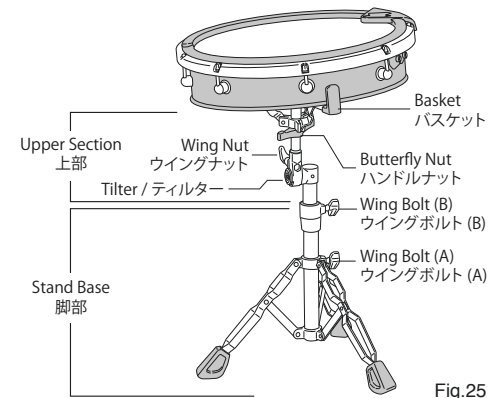

Fig.25
1. Open the legs of the Stand Base to form a stable tripod and tighten the Wing Bolt (A). Loosen the Wing Nut on the Tilter of the Basket Assembly and adjust the angle of the Basket as shown. Insert the Basket Assembly into the Die-Cast Joint of the Stand Base and tighten the Wing Bolt (B). Open the Basket and adjust the Butterfly Nut as needed to accommodate the Snare Pad. Place the Snare Pad into the Basket locating the WTT sensor to the players upper left. Then tighten the Butterfly Nut to hold the Snare Pad in place (do not over-tighten.) (Fig.25).
スネアスタンドの脚部を適度に開きウイングボルト(A)を締めて固定します。上部をダイカストジョイントに差し込みウイングボルト(B)で固定します。ティルトのウイングナットをゆるめバスケットが上向きになる角度に調節してウイングナットを締めて固定します。バスケットを十分に広げ、スネアパッドをスネアスタンドにのせ、ハンドルナットをしっかり締めてスネアパッドをスタンドに固定し、位置と角度を調整してください (Fig.25)。